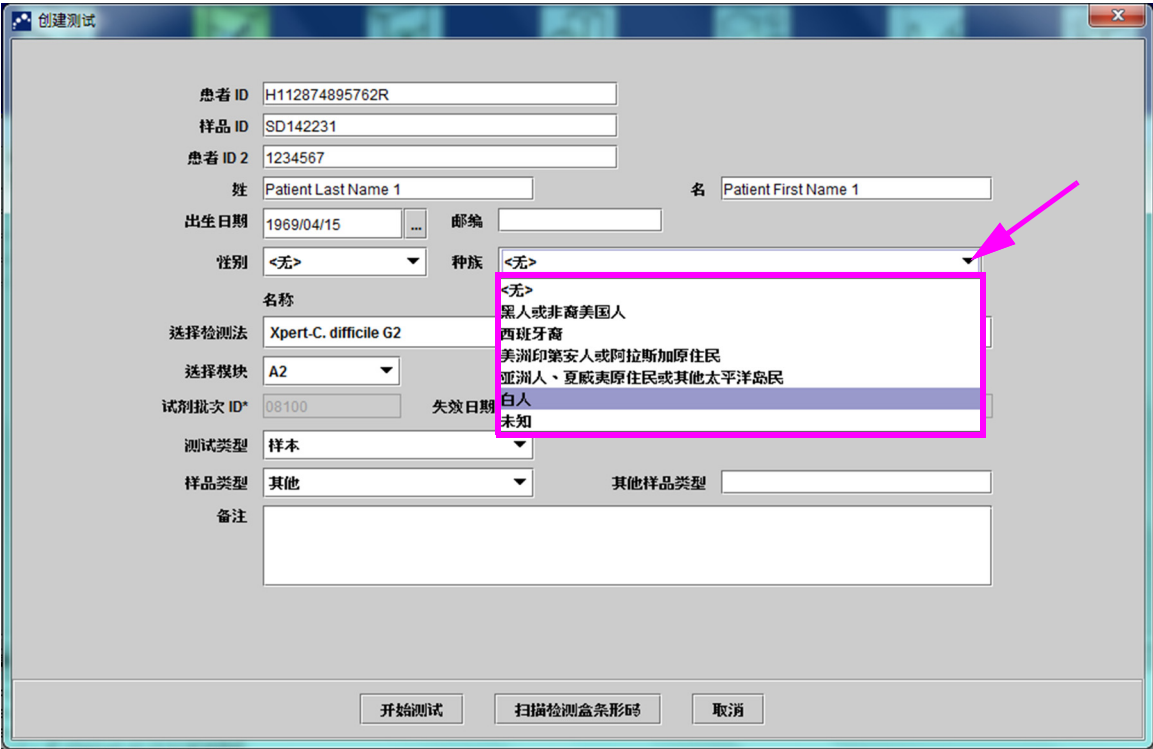

图 5-25. 显示的带有 Ethnicity（种族）字段的 Create Test（创建测试）对话框
B. Ethnicity（种族） - 单击 Ethnicity（种族）方框中的下拉箭头并从下拉菜单中选择相应的种族（参见图 5-25）。